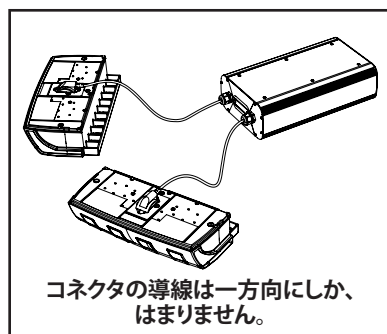

図2
3. 充電器のコネクタの導線を2つのバッテリーの端子につなげます (コネクタの導線は一方方向にしか、はまらないようになっています。図2を参照)。